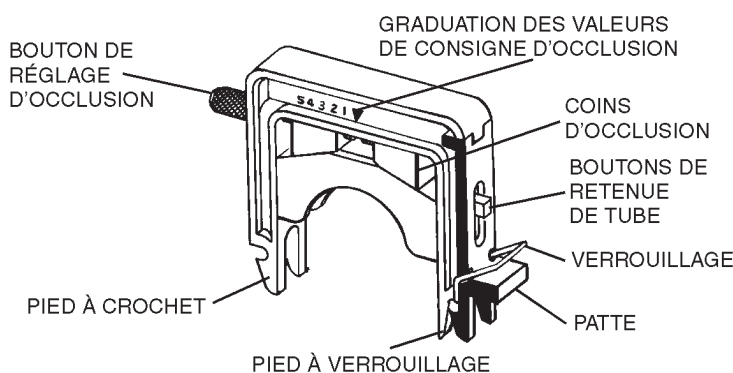

FIGURE 5 CARTOUCHE DÉVERROUILLAGE
1. Tourner le bouton de réglage d'occlusion (voir la Figure 5) dans le sens antihoraire jusqu'à la position d'ouverture maximum. Cette opération n'est pas nécessaire lorsque le réglage d'occlusion effectué à l'usine est conservé ou si l'occlusion a déjà été réglée correctement lors du pompage précédent.
5. Faire pivoter la cartouche et le tube par-dessus le rotor et appuyer sur la patte (voir la Figure 5) jusqu'à ce que le verrouillage s'enclenche. (Voir la Figure 7E.) **Remarque** : appuyer sur la cartouche selon le besoin à l'emplacement indiqué sur la Figure 7E pour faciliter le verrouillage et le déverrouillage.
2. Appuyer sur le côté verrouillage de la cartouche (voir la Figure 7E) et tirer le pied à verrouillage vers l'extérieur pour le décrocher de la tige. Il est possible d'appuyer sur le déverrouillage (voir la Figure 5) pour faciliter cette opération le cas échéant.
(4) Pompage bidirectionnel